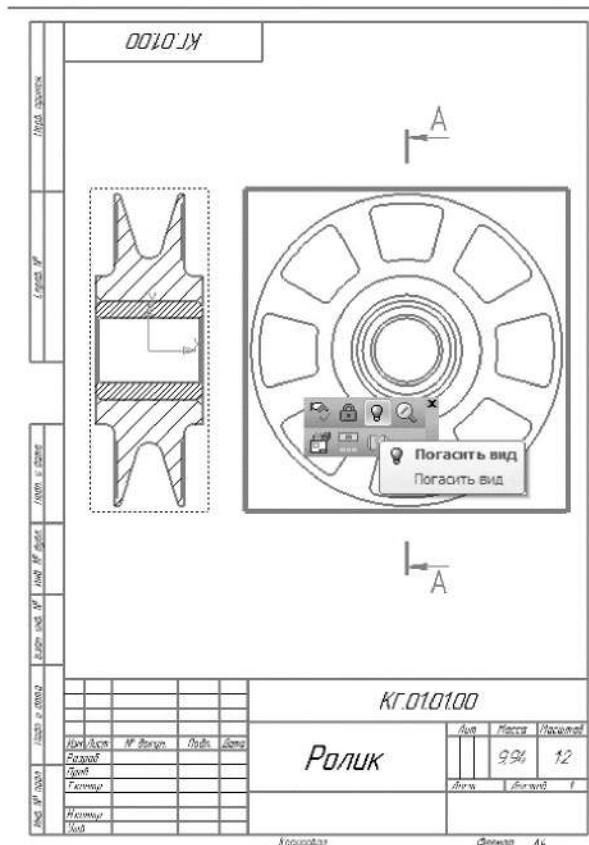

Рисунок 4.14. Погашение вида
1.4.6 Нажмите кнопку **Погасить вид**  на Контекстной панели – вид исчезнет с чертежа (рисунок 4.14).